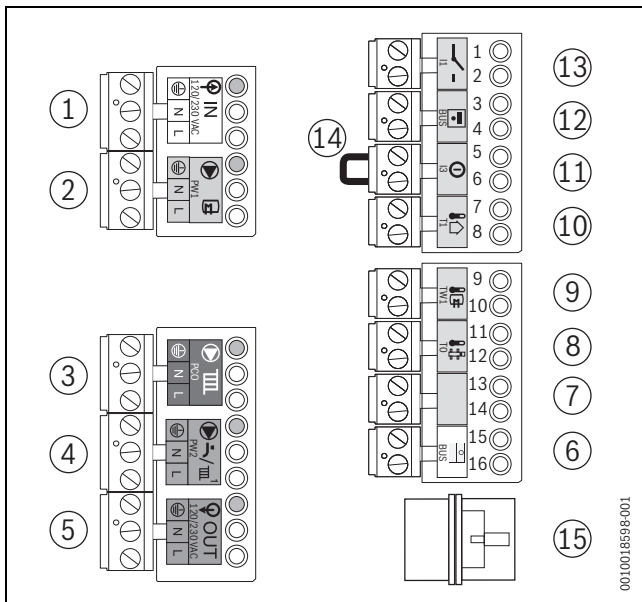

Fig. 53 Morsettiera
- Collegare il regolatore di temperatura ambiente di tipo on/off sul morsetto di collegamento I1 (→ fig. 53, [13]) (accessorio).
- Collegare il regolatore su morsetto di collegamento BUS (→ fig. 53, [6]). Per fare ciò, utilizzare un cavo bipolare con sezione da 0,4 a 0,75 mm².
- Utilizzare il collegamento al cavo di rete da 230 V_{AC} del primo modulo per il secondo modulo. Utilizzare a tale scopo il cavo fornito in dotazione al modulo (→ fig. 53, [4]).
- Collegare la sonda di temperatura esterna al morsetto di collegamento $\downarrow \uparrow$ T1 (→ fig. 53, [10]).
- Collegare la sonda di temperatura dell'accumulatore al morsetto di collegamento $\downarrow \uparrow$ TW1 (→ fig. 53, [9]).